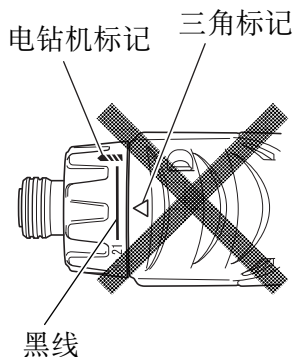

图 6
- 当离合器转盘位于“21”和钻机标记中部的黑线之间时,请勿使用本机,否则会造成损坏。(请参照图 6)